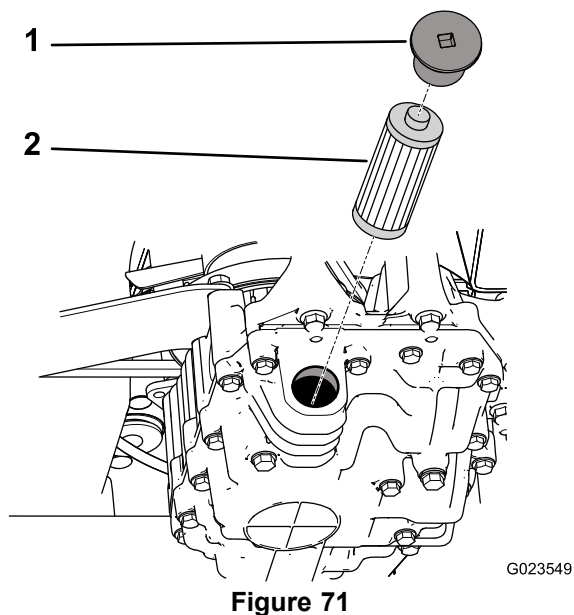

Figure 71
5. Enlevez le chapeau de filtre et sortez le filtre de la transmission (Figure 71).